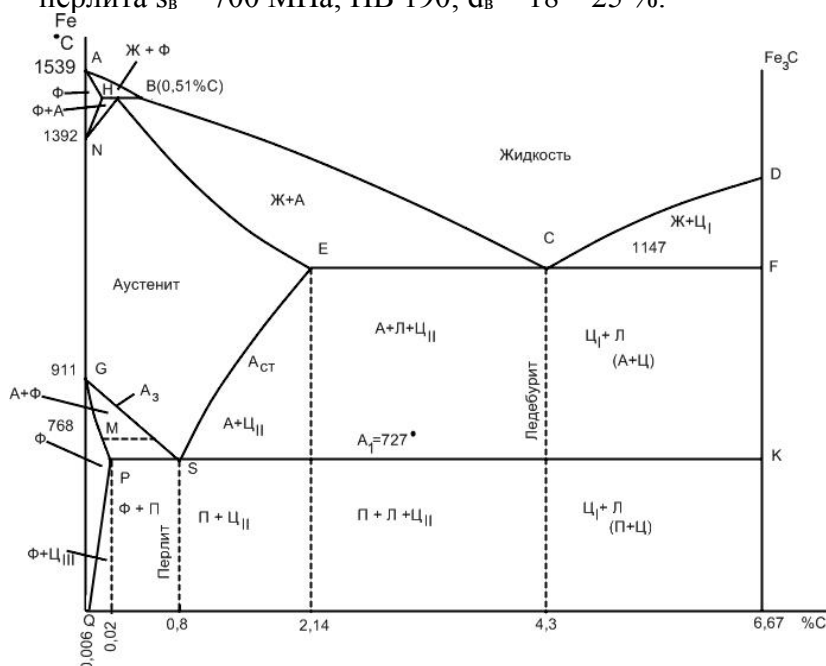

Рисунок 1 - Диаграмма состояния «железо-цементит»
1. Изучить диаграмму состояния «Fe-Fe₃C» (рисунок 1).
Равновесные структуры сталей и превращения в них описываются диаграммой состояния «железо-цементит». Допустимо считать, что равновесные структуры в сталях формируются при охлаждении вместе с выключенной печью (рисунок 1).